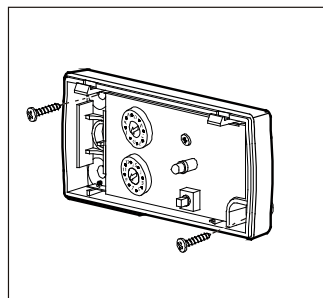

Fig. 5
3. Monter la partie inférieure horizontalement à l'endroit voulu, à l'aide de deux vis. Fig. 5.